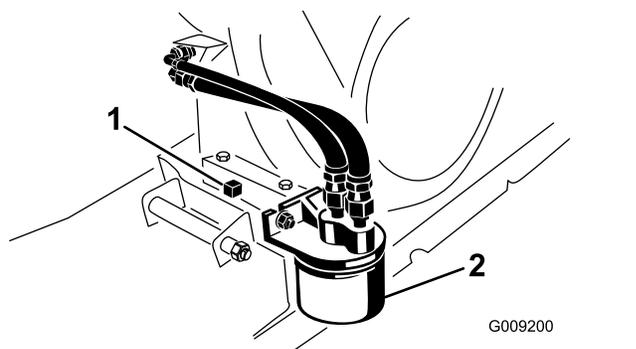

図 33
6. ドレンプラグの下にオイルを受ける容器をおく 図 33。
7. ドレンプラグを抜きシールを外す 図 33。
2. 既存のオイルフィルタを外す 図 33。
4. ガスケットが取り付けプレートに当たるまで手で回して取り付け、そこから更に 1/2-3/4 回転増し締めする 図 33。